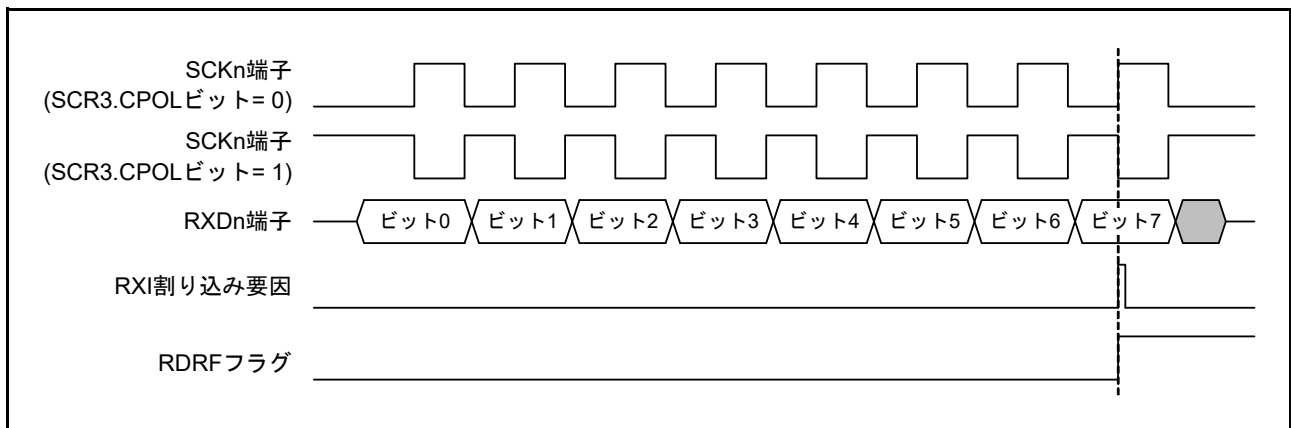

図 32.109 簡易 SPI モード (クロック遅れあり) RXI 割り込み発生タイミング
- クロック遅れあり設定 (SCR3.CPHA ビット=0) の場合、図 32.109 に示すように SCKn 端子の最終クロックエッジ手前のクロックエッジで受信データフル割り込み (RXI) が発生します。このとき、SCR0 レジスタの TE、RE ビットを SCKn 端子の最終クロックエッジより前に“0”にすると SCKn 端子出力がハイインピーダンスとなり、最終送受信クロックのクロックパルス幅が短くなります。また、RXI 割り込み後、SCKn 端子の最終クロックエッジより前に接続先スレーブに対する SSn# 端子入力信号を High にするとスレーブが誤動作する可能性があります。